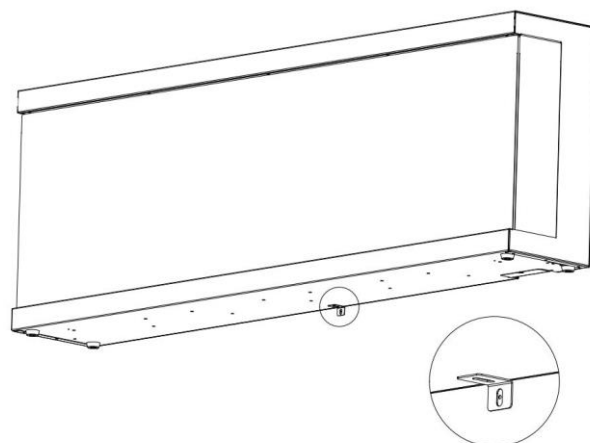

Fig 1-2
B. Montare con questa vite il supporto a “L” (**J**) nella parte inferiore del focolare. (**Fig 1-2**)